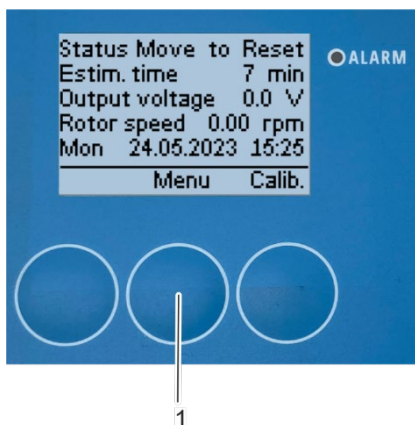
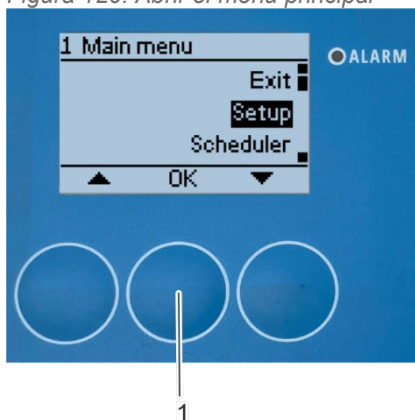

Figura 120: Abrir el menú principal
Figura 121: Seleccionar el submenú «Ajustes»
1. Pulse [Menú] (Figura 120/1) para abrir el menú «1 Menú principal» (Figura 121).
⇒ En la pantalla aparecerá el menú «1 Menú principal» (Figura 121).
2. Seleccione el submenú «Ajustes» y confirme con [Aceptar] (Figura 121/1).